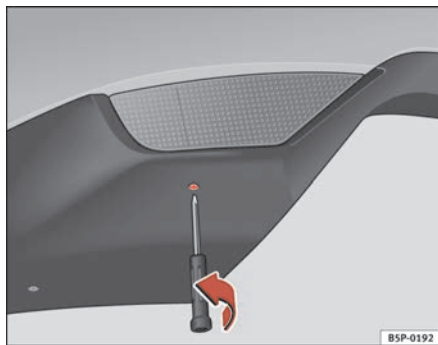

Fig. 194 Farolim montado no pára-choques visto por baixo
- Introduza a chave de fendas com ponta de estrela na orifício da parte inferior do farolim e desenrosque o parafuso no sentido da seta ⇒ fig. 194.